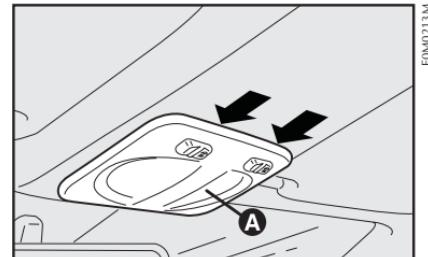
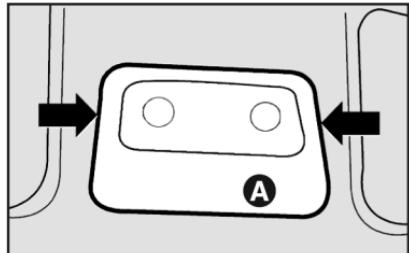
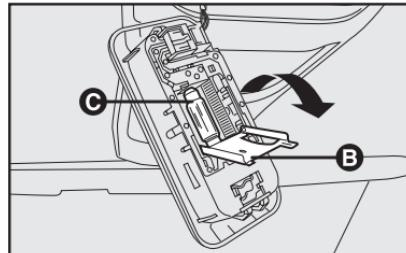

fig. 25
fig. 26
fig. 27
CONSOLA DE TECHO - fig. 25, fig. 26 y fig. 27
- actúe en los puntos indicados por las flechas y quite el plafón **A**-fig. 25 o **A**-fig. 26;
- abra la tapa de protección **B-fig. 27**;
- sustituya la lámpara **C-fig. 27**, desvinculándola de los contactos laterales y cerciorándose de que las nuevas lámparas estén correctamente bloqueadas entre los contactos;
- cierre la tapa **B-fig. 27** y fije el plafón **A-fig. 25** o **A-fig. 26** en el mismo alojamiento, comprobando el bloqueo.